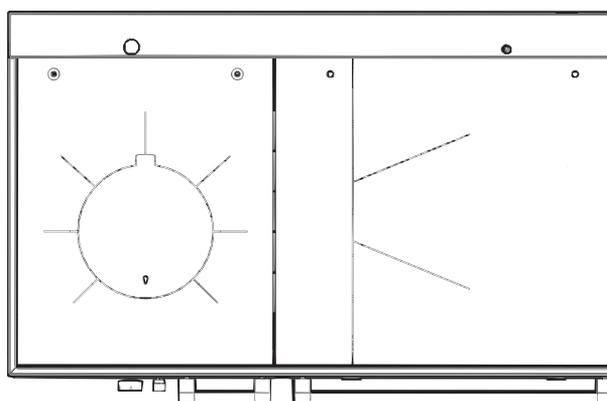

Fig. 14 La zona più calda per la cottura è nei pressi del coperchio del foro di cottura – vista dall'altro della piastra di cottura
- 6) La zona più calda per cuocere è quella sopra al coperchio del foro di cottura – Fig. 14. La temperatura della piastra di cottura diminuisce in direzione del lato del forno.